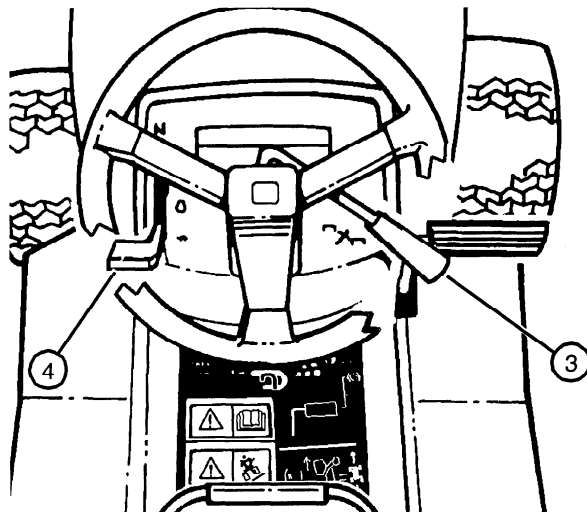

ABBILDUNG 20
- Gashebel (4) in die Position SCHNELL (siehe Abbildung 20) bringen.
- PTO-Antriebshebel (3) nach vorn drücken, um Messer zu starten.